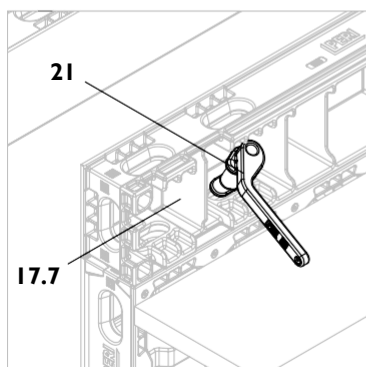

Fig. B10.06
1. Монтирайте елемента DFP (17.7) над стандартните елементи с помощта на съединителя DUO (21). (Fig. B10.06)